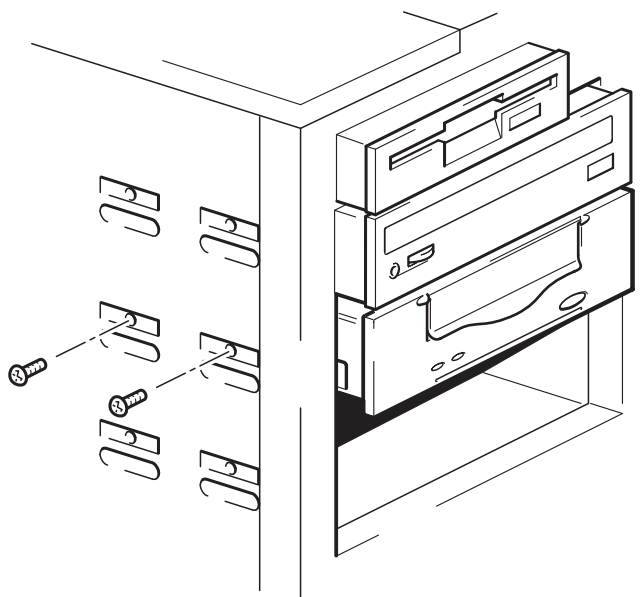

図 9b: マウント用部品を使わないドライブの固定
- 1 テープ・ドライブを固定します。シャーシの穴がテープ・ドライブ側面の穴と一直線上に揃っていることを確認し、図 9b に示すようにレール・キット付属のネジを使用してドライブを固定します。